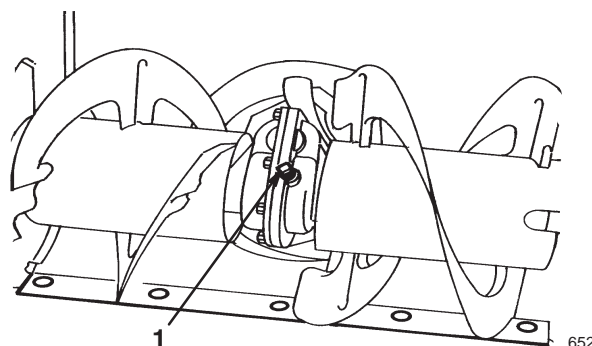

Figure 18
4. Nettoyez les abords de l'obturateur de tuyau (Fig. 18).
5. Retirez l'obturateur de tuyau du boîtier d'engrenages (Fig. 18).